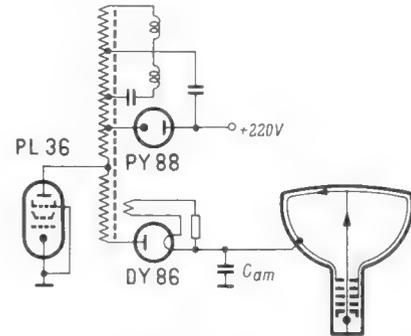

Bild 14. Siebung der Hochspannung durch die Bildröhrenkapazität
4. Tunnel-Diode in Durchlaßrichtung – betrieben auf dem negativen Teil der I_d/U_d -Charakteristik (Bild 14)
Eine weitere Vergrößerung der außen angelegten Spannung bedeutet eine noch stärkere Verschiebung der beiden Fermi-Niveaus gegeneinander (Bild 14).
Bild 14. Relative Lage der freien Energieplätze zu den besetzten Plätzen - für Betrieb der Tunnel-Diode auf dem negativen Teil der I_d/U_d -Charakteristik (Punkt d in Bild 1)
Die Kapazität C_{am} dieses Kondensators dient, wie Bild 14 zeigt, zur Siebung für die Bildröhren-Hochspannung, denn der eine Belag (innen) ist mit der Anode bzw. dem Anodenanschlußkontakt, der andere Belag (außen) mit Chassis verbunden.